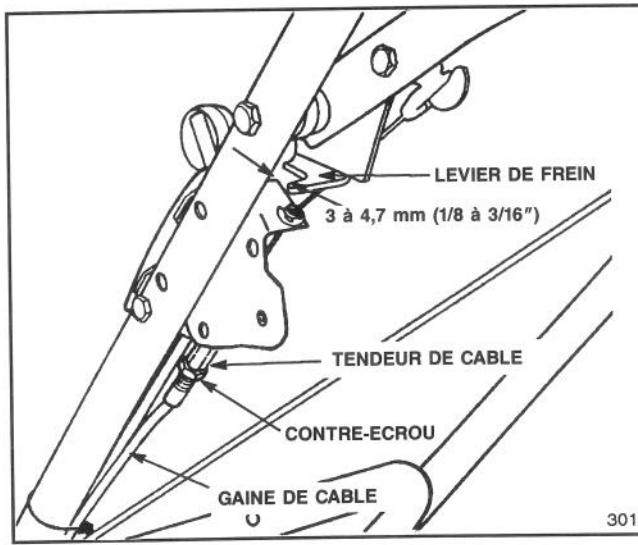

Figure 19
2. VERIFICATION DU REGLAGE (figure 19)—Serrez la barre de commande vers le guidon jusqu'à ce que le câble se tende. Il devrait y avoir un écart de 3 à 4,7 mm (1/8 à 3/16") entre le levier de frein et le guidon. Reportez-vous à l'étape 3 en ce qui concerne le réglage.
3. REGLAGE DE LA GAINA DU CABLE—Desserrez le contre-écrou du tendeur de câble (figure 19). Insérez un objet de 3 à 4,7 mm (1/8 à 3/16") entre le levier de frein et le guidon. Réglez la gaine du câble jusqu'à ce qu'il n'y ait plus de jeu, puis resserrez le contre-écrou.